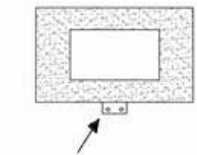

Fig. 5
- Marquez la position des 2 trous inférieurs pour le support inférieur petit/court (voir la Fig.5, marquée avec le pointeur de flèche), puis retirez le chauffage.